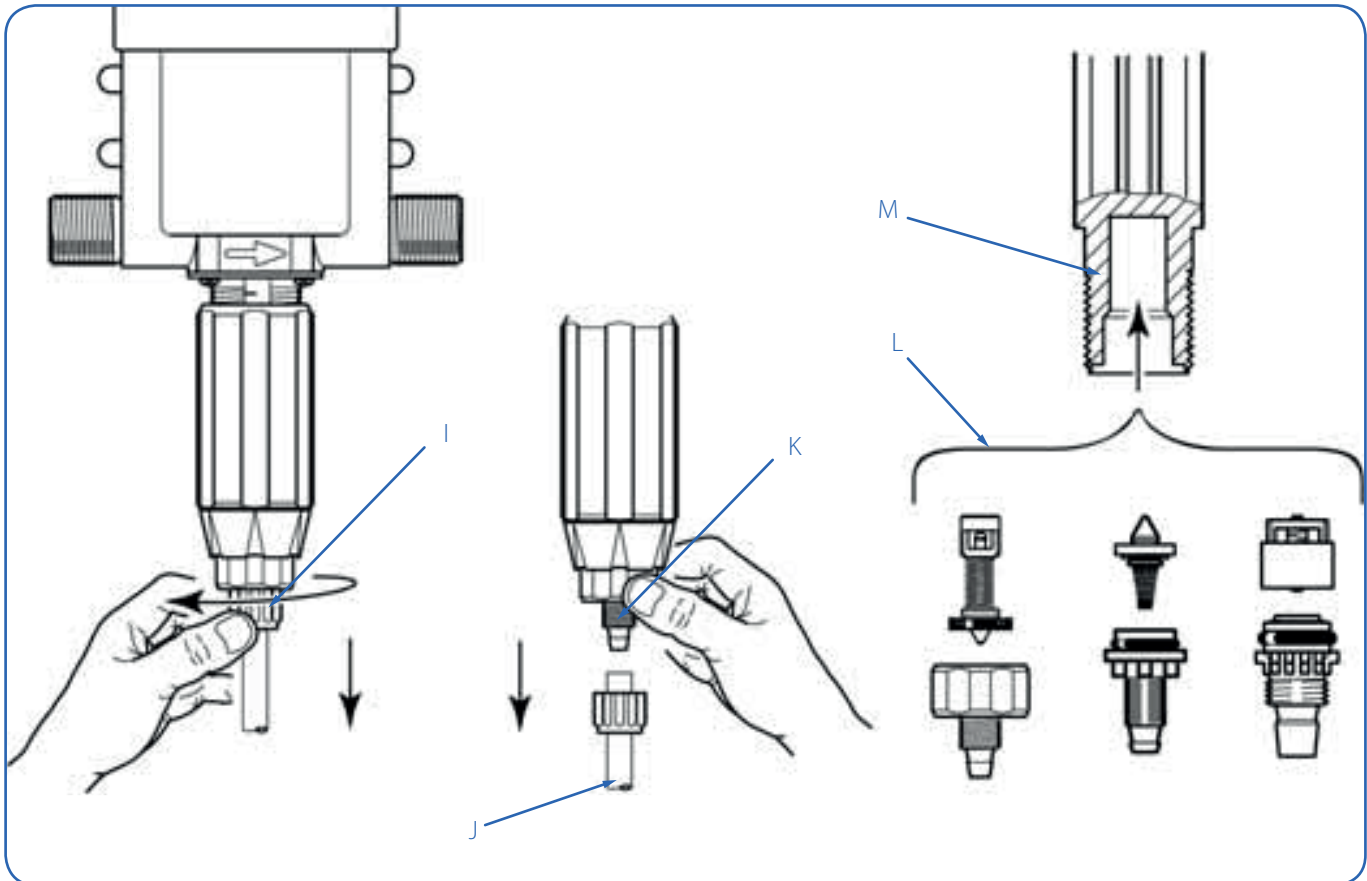

Fig.14.
- Desenroscar la tuerca (Fig. 14-I) y retirar el tubo de aspiración (Fig. 14-J).
- Desenroscar y retirar la tuerca (Fig. 14-K).
- Montar la válvula (Fig. 14-L) en el cuerpo dosificador (Fig. 14-M), empujándola hasta que haga tope.